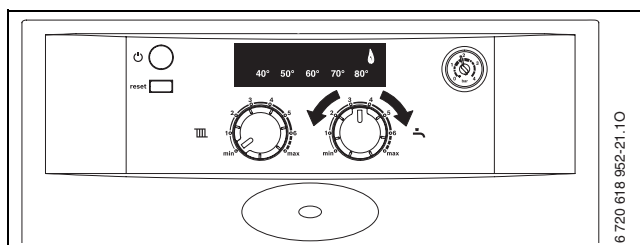

Fig. 36
- ▶ Tourner le sélecteur de température de départ chauffage **III** en position min. (→ fig. 36).